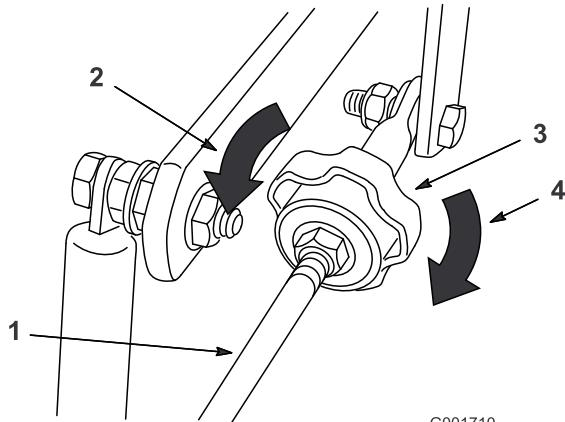

Figura 53
4. Per dirigere la macchina verso destra, girate la manopola verso il lato destro della macchina. Vedere Figura 53.
5. Per dirigere la macchina verso sinistra, girate la manopola verso il lato sinistro della macchina. Vedere Figura 53.